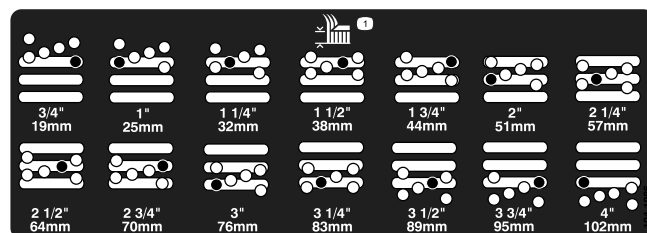

Figure 19
5. Placez la chambre à la hauteur de coupe voulue et mettez l'entretoise dans le trou et la fente correspondant à la hauteur de coupe désignée (Figure 19)